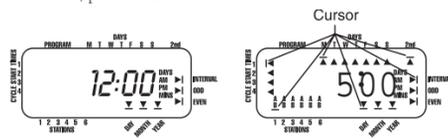

ILUSTRACIÓN 3: Pantalla LCD con información correspondiente
- Coloque el selector giratorio en la posición **TIME/DATE (FECHA/HORA)** [Vea la ilustración 3].
- Aparecerá un cursor intermitente bajo la flecha para que determine el año, el mes y la fecha cuando realice la programación [Vea la ilustración 3].